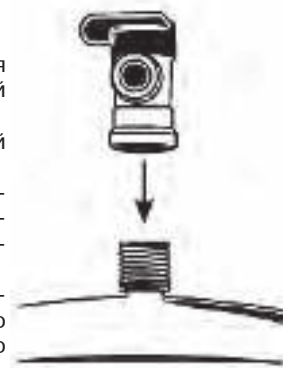

Рис. 11
2. Подсоедините шаровый кран бака к вершине накопительного бака (см. **рис. 11**). Во избежание повреждений крана не прилагайте больших усилий при его установке. Используйте гаечный или разводной ключ.